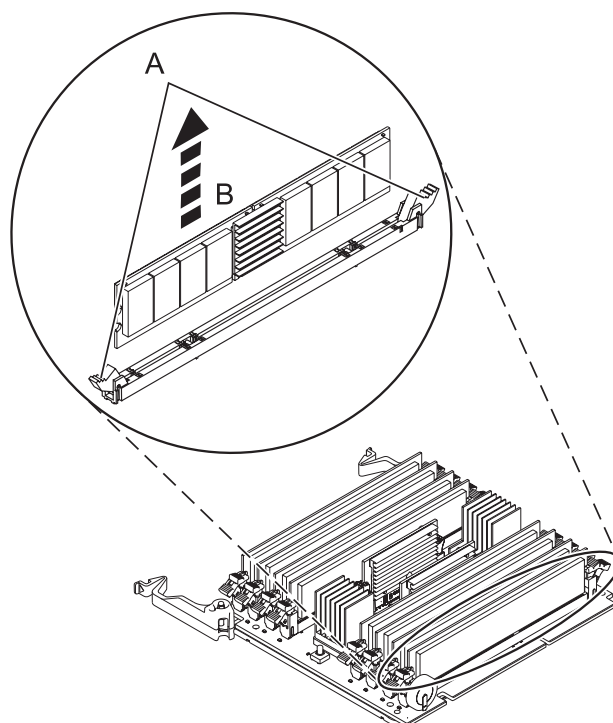

Figura 20. Extracción de un módulo de memoria
11. Desbloquee el módulo de memoria presionando los pasadores de fijación (A) hasta la posición de abierto como se muestra en Figura 20. Levante el módulo de memoria (B) para extraerlo del conector. La acción de palanca de las pestañas hace que el módulo de memoria salga del conector.